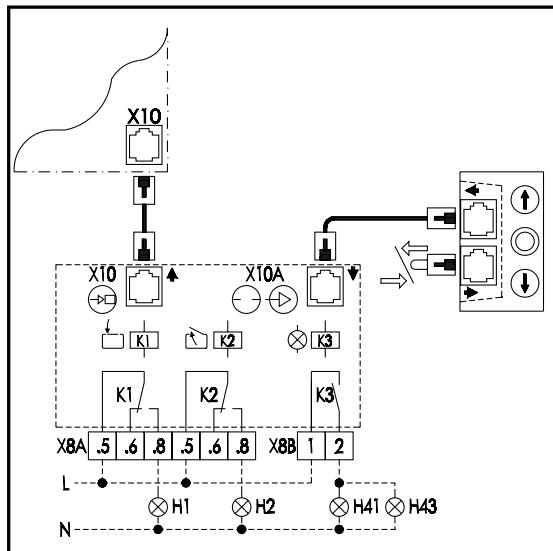

图12：最终位置提示和信号灯
- 如图12所示将控制和扩充组件的两个插座X10用一系统电缆相连。